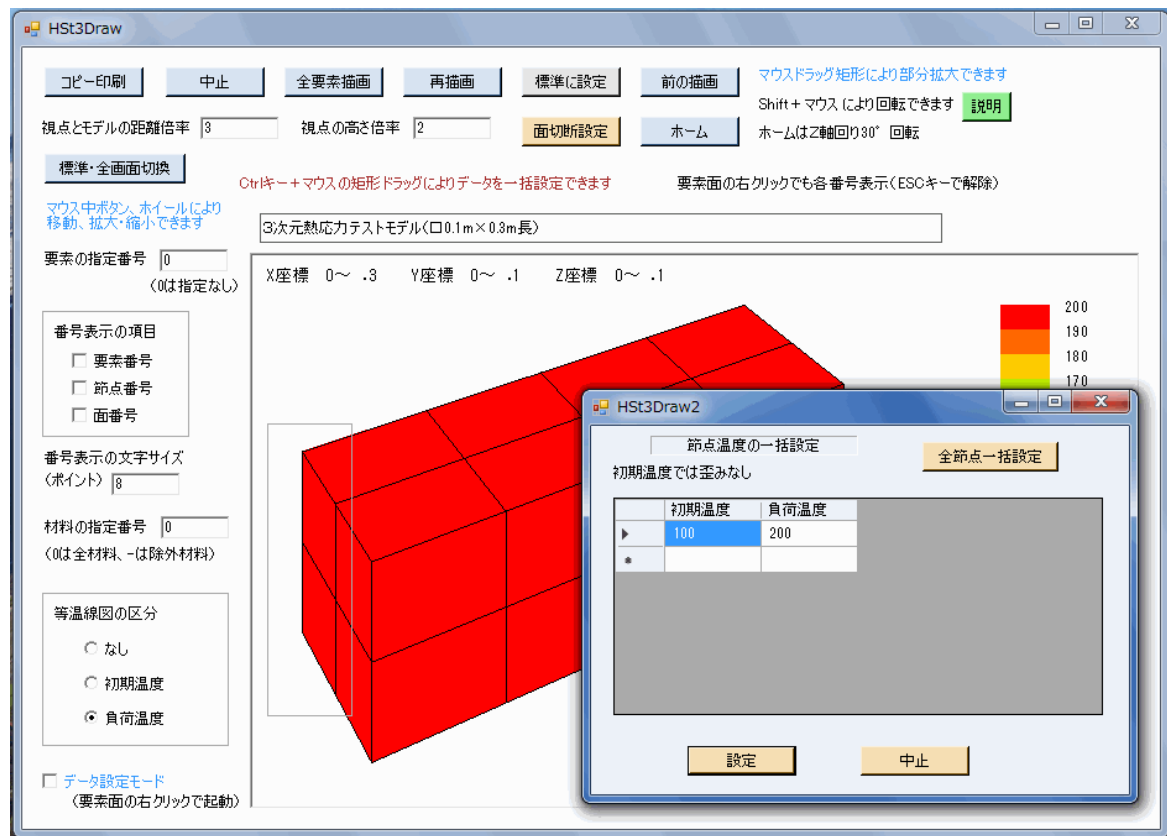

図4-22 構造作画の「Ctrlキー+マウス」ドラッグ矩形による一括設定の温度入力画面
- 19) 「Ctrlキー+マウス」で矩形ドラッグすると、図4-22のように一括設定の温度入力画面が出て、データ入力・変更を実施できます。同画面で画面で「設定」ボタンをクリックすると、データ変更が実施されます。なお、「全節点一括設定」ボタンは、温度設定が材料の場合は表示されません。